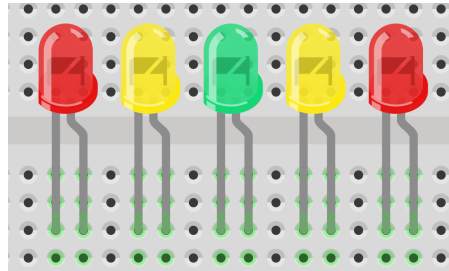

Abbildung 16: Vorgegebene Reihenfolge der LEDs am Steckbrett
In dieser Aufgabe ist ein Reaktionsspiel bestehend aus 5 LEDs und einem Taster zu realisieren. Die verwendeten LEDs (2×rot, 2×gelb, 1×grün) sollen, wie in Abbildung 16 ersichtlich, am Steckbrett platziert werden.
- a) Stecken Sie die LEDs wie in Abbildung 16 am Steckbrett auf. Verbinden Sie die LEDs mit den dazugehörigen Vorwiderständen $R_{V,x}$ (entnehmen Sie die entsprechenden Widerstandswerte der Vorbereitung). Testen Sie mit Hilfe der konstanten Spannungsversorgung (analog zu Aufgabe 1) ob alle 5 LEDs leuchten.